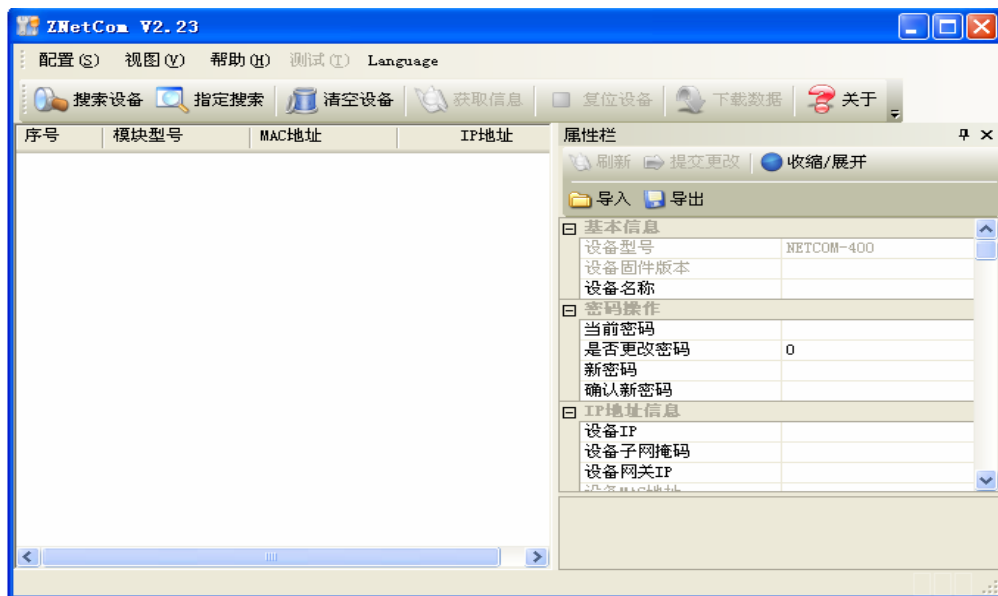

图 4.1 ZNetCom 软件运行界面
3. 点击运行 ZNetCom 软件,出现如图 4.1 所示界面。